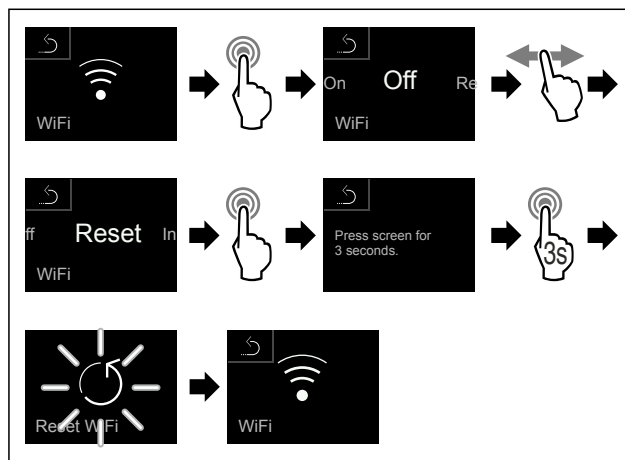

Fig. 98
- ▶ Wykonać czynności (patrz Fig. 98).